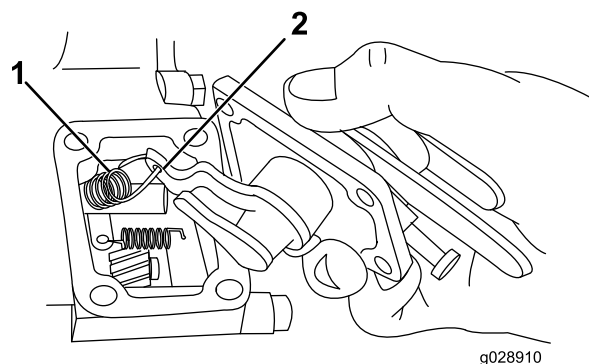

Bild 10
- Ziehen Sie die Geschwindigkeitsregler-Platte weit genug heraus, um die Reglerfeder vom Reglerhebel zu lösen (Bild 10).
1. Haken Sie die Reglerfeder in den Reglerhebel der neuen Geschwindigkeitsregler-Platte ein (siehe Bild 10).